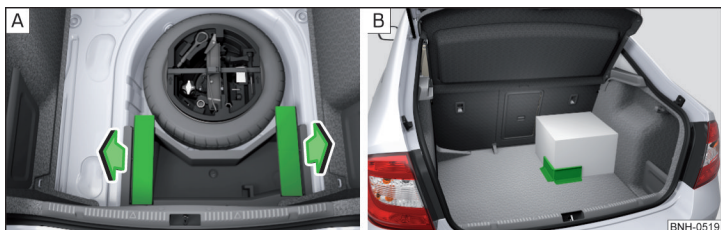

Abb. 108 Cargo-Elemente herausnehmen / Befestigungsbeispiel der Ladung mittels des Cargo-Elements
- Vor dem Gebrauch die Cargo-Elemente in Richtung der Pfeile herausnehmen » Abb. 108 - [A].
- Die Ladung mittels der Cargo-Elemente möglichst in der Nähe der Rücksitze befestigen » Abb. 108 - [B].